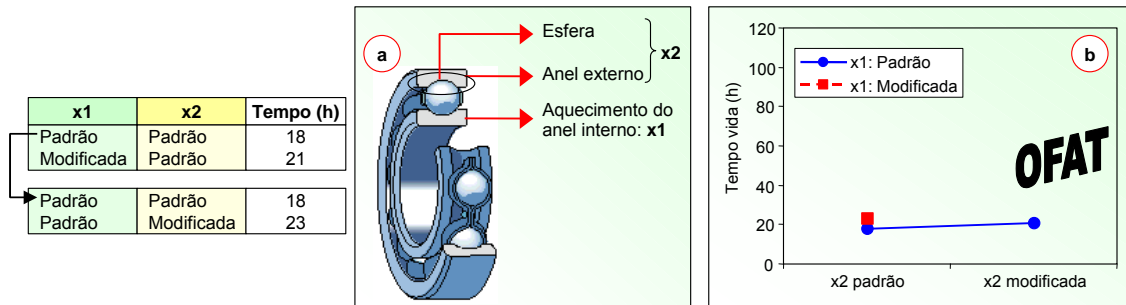
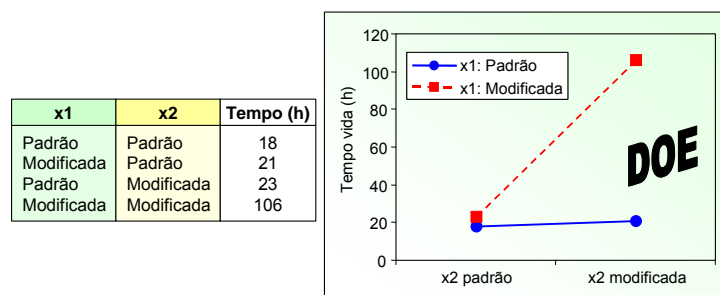

Figura 5 – Experimento da SKF e enfoque de modificar um fator por vez (OFAT)
Figura 6 – Experimento da SKF e o enfoque de combinar os dois fatores (DOE)
**DOE vs OFAT:** Histo Doe lembra de um exemplo apresentado por Hellstrand (1989) em que se realizou um experimento na empresa SKF para aumentar o tempo de vida (y) do rolamento. Os técnicos fizeram um brainstorming das variáveis mais importantes do processo. Duas destas variáveis foram (Figura 5): x1 = “Tratamento de aquecimento do anel interno (padrão e modificado)” e x2 = “Osculação do anel externo: quociente entre o diâmetro da esfera e o raio da pista do anel externo (padrão e modificado)”.
Se os técnicos tivessem escolhido o enfoque de modificar um fator por vez (**One Factor At the Time = OFAT**), os resultados poderiam ter sido os seguintes (Figura 5): eles poderiam ter fixado  $x_1$  na condição padrão e alterado o aquecimento nas condições padrão e modificada. Como o tempo de vida quase não mudou (passou de 18 para 21 horas), teriam ficado com o aquecimento padrão (já conhecido por eles). A seguir modificariam  $x_2$  e observariam um tempo de vida igual a 23 horas. A conclusão desta estratégia seria que nem o aquecimento nem o anel externo influenciam no tempo de vida, mas esta conclusão mostrou-se errada. Quando o pessoal fez o experimento faltante (completaram o DOE, combinando os níveis de todos os fatores), o tempo de vida foi 106 horas (Figura 6), ou seja, quase se multiplicou por cinco o tempo de vida!